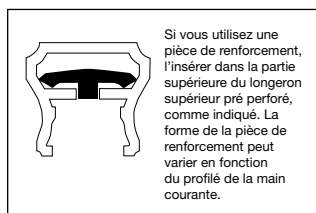

Fig. 26
- a. Pré trouez vers le bas en utilisant une mèche de 1/8" (0,32cm). Assurez-vous de percer à travers le longeron supérieur pré perforé et le support d'attache (Figure 26).
- b. Si nécessaire, une pièce de renforcement de main courante supplémentaire (N) peut être achetée séparément, et l'installer dans la main courante profilée (A) comme indiqué ci-dessous.